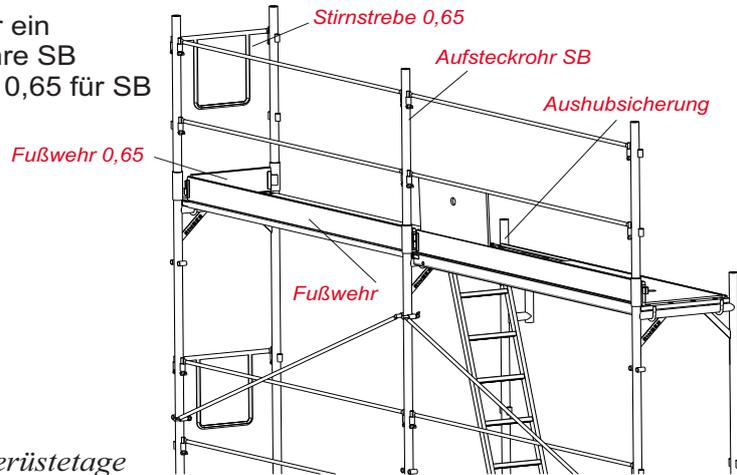

Bild 10a: Seitenschutz der obersten Gerüstetage
- An den Stirnseiten ist entweder ein Rahmen oder zwei Aufsteckrohre SB gemeinsam mit der Stirnstrebe 0,65 für SB (entspr. Bild 10a) einzubauen.